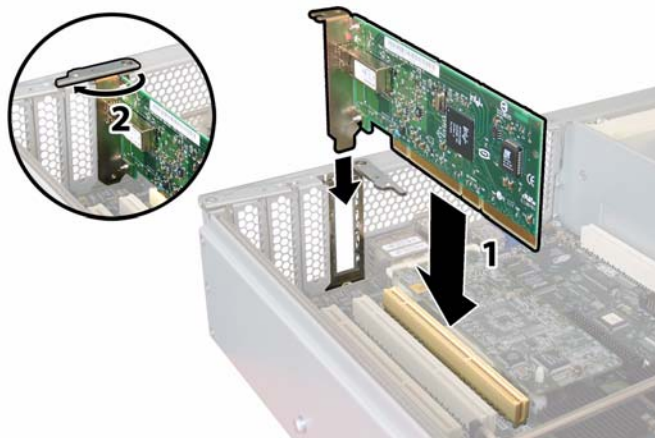

图 4-56 安装 PCI 卡
- b. 将 PCI 卡插入 PCI 卡插槽中。确保 PCI 卡的背面连接器面板与机箱背面板上的卡扣啮合。请参见图 4-56。
- c. 旋转 PCI 卡锁销使其在 PCI 卡背面连接器面板上闭合，直到其锁定到位。请参见图 4-56。